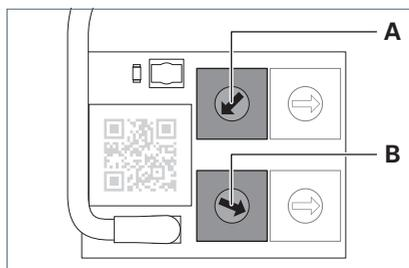

Fig. 6: Due encoder rotativi per l'assegnazione ad aree.
- ▶ Per impostare la prima cifra da destra dell'indirizzo di area esadecimale a due cifre, impostare l'encoder rotativo **A** sul valore desiderato, vedere Fig. 6.